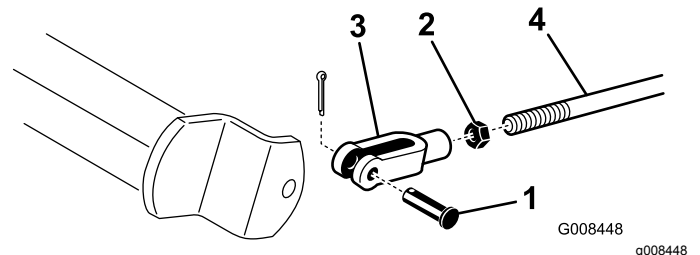

Bild 44
- A. Entfernen Sie den Splint und Lastösenbolzen, um die Bremsstangen abzuschließen (Bild 44).
- B. Lockern Sie die Klemmmutter und stellen den Lastösenbolzen entsprechend ein (Bild 44).
- C. Bringen Sie den Lastösenbolzen am Bremsbügel an (Bild 44).